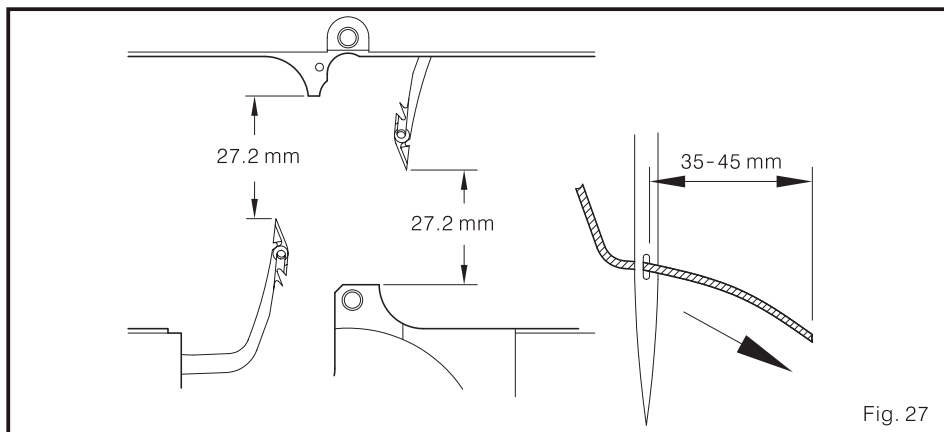

Fig. 27
- (1) Quando o ajuste a faca de cozinha móvel, por favor proceda pôr isto +/-0.5-1.0mm da posição standard.
- (2) quando a faca móvel se mova à parte dianteira, eles poderiam passar as seguintes situações
- (3) quando a faca móvel mova à parte posterior, acontecerá um erro marcado no rebordeado do fio superior e então no inferior.
- d. Existirá uma resistência extra ao extrair o pano costurado porque o fio disponível superior é muito longa, e a linha inferior puxa ao fio superior (Fig. 27)